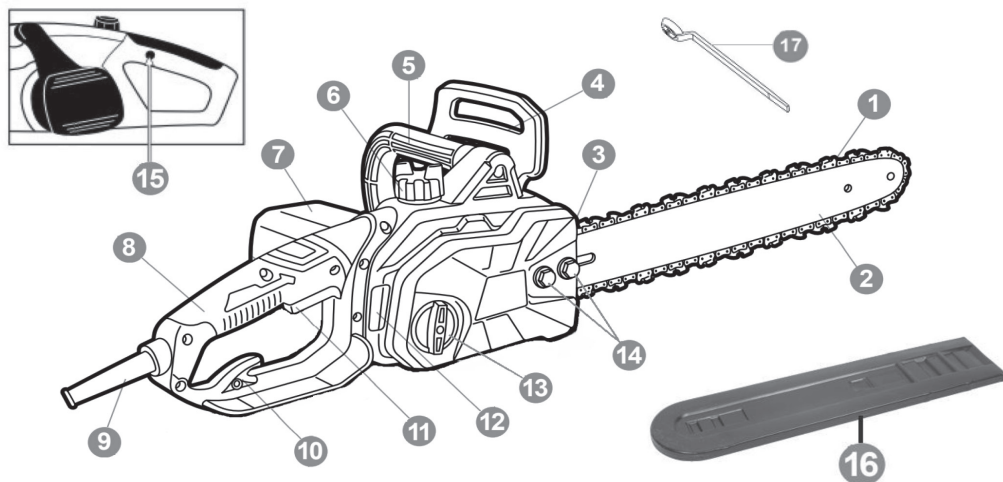
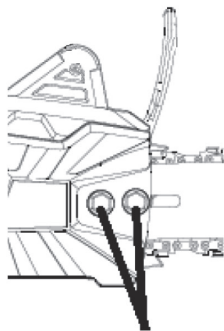

Рис. 5
Рис. 6
1. Перед установкой шины и цепи убедитесь, что инерционный тормоз цепи разблокирован. Для этого потяните ручку инерционного тормоза 4 (рис. 5) на себя.
2. Открутите против часовой стрелки гайки фиксации шины 14 (рис. 5, рис. 6) и снимите кожух ведущей звездочки.
6. Установите на место крышку ведущей звездочки и закрутите гайки 14 (рис. 5, рис. 6) от руки.
9.После регулировки натяжения цепи затяните гайки 14 (рис. 5, рис. 6).
Во время работы периодически проверяйте уровень масла по указателю уровня масла 12 (рис. 5). В случае необходимости подливайте в бак свежее масло.